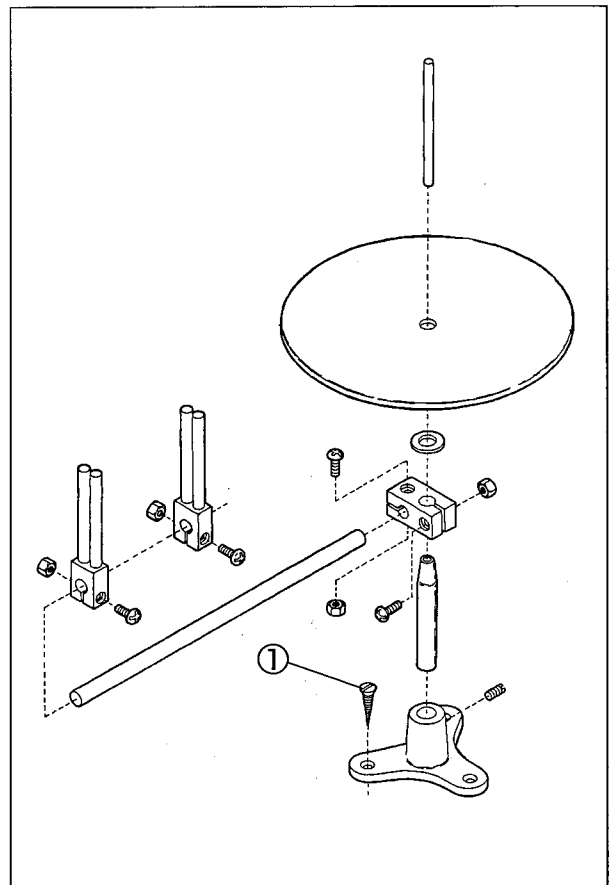

Fig. 19
- (1) Set the tape stand (Fig. 19).